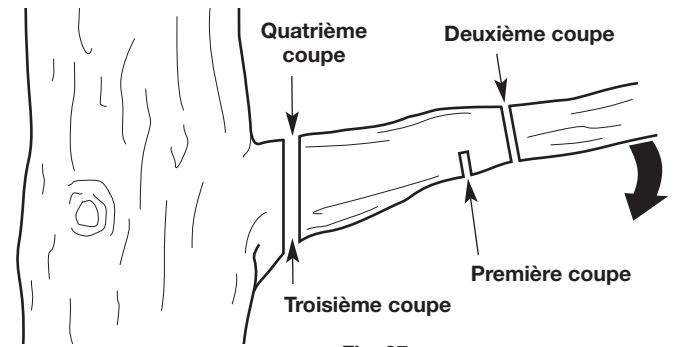

Fig. 27
1. Faites la première coupe à environ 15 cm (6 po) du tronc de l'arbre. Coupez vers le haut, à partir de la face inférieure de la branche. Utilisez le haut de la barre de guidage pour faire de cette coupe. Coupez jusqu'au tiers du diamètre de la branche (Fig. 27).
2. Faites la deuxième coupe de 5 à 10 cm (2 à 4 po) plus loin sur la branche. Coupez vers le bas, à partir de la face supérieure de la branche. Utilisez le bas de la barre de guidage pour faire de cette coupe. Coupez complètement la branche (Fig. 27).
3. Faites la troisième coupe aussi près du tronc d'arbre que possible. Coupez vers le haut, à partir de la face inférieure de la souche. Utilisez le haut de la barre de guidage pour faire de cette coupe. Coupez jusqu'au tiers du diamètre de la branche (Fig. 27).
4. Faites la quatrième coupe directement au-dessus de la troisième coupe. Coupez vers le bas, à partir de la face supérieure de la souche. Utilisez le bas de la barre de guidage pour faire de cette coupe. Coupez complètement la branche afin d'aller rejoindre la troisième coupe (Fig. 27). Cela supprimera la souche.